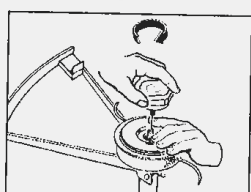

Fig. 9G
10. Halten Sie die Federspannung durch konstanten Druck der Spule im Gehäuse und befestigen Sie die Schraube im Uhrzeigersinn. Ziehen Sie die Schraube nur handfest an (Fig. 9G).